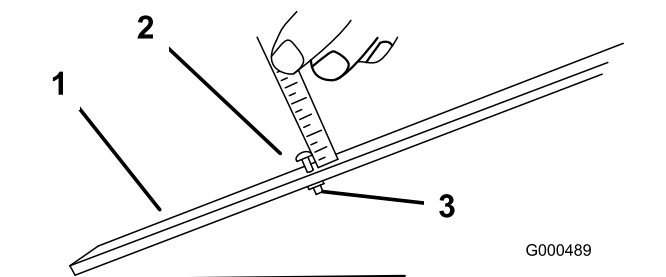

Figure 14
1. Desserrez l'écrou du gabarit et tournez le boulon de réglage de manière à obtenir la hauteur de coupe voulue (Figure 14).